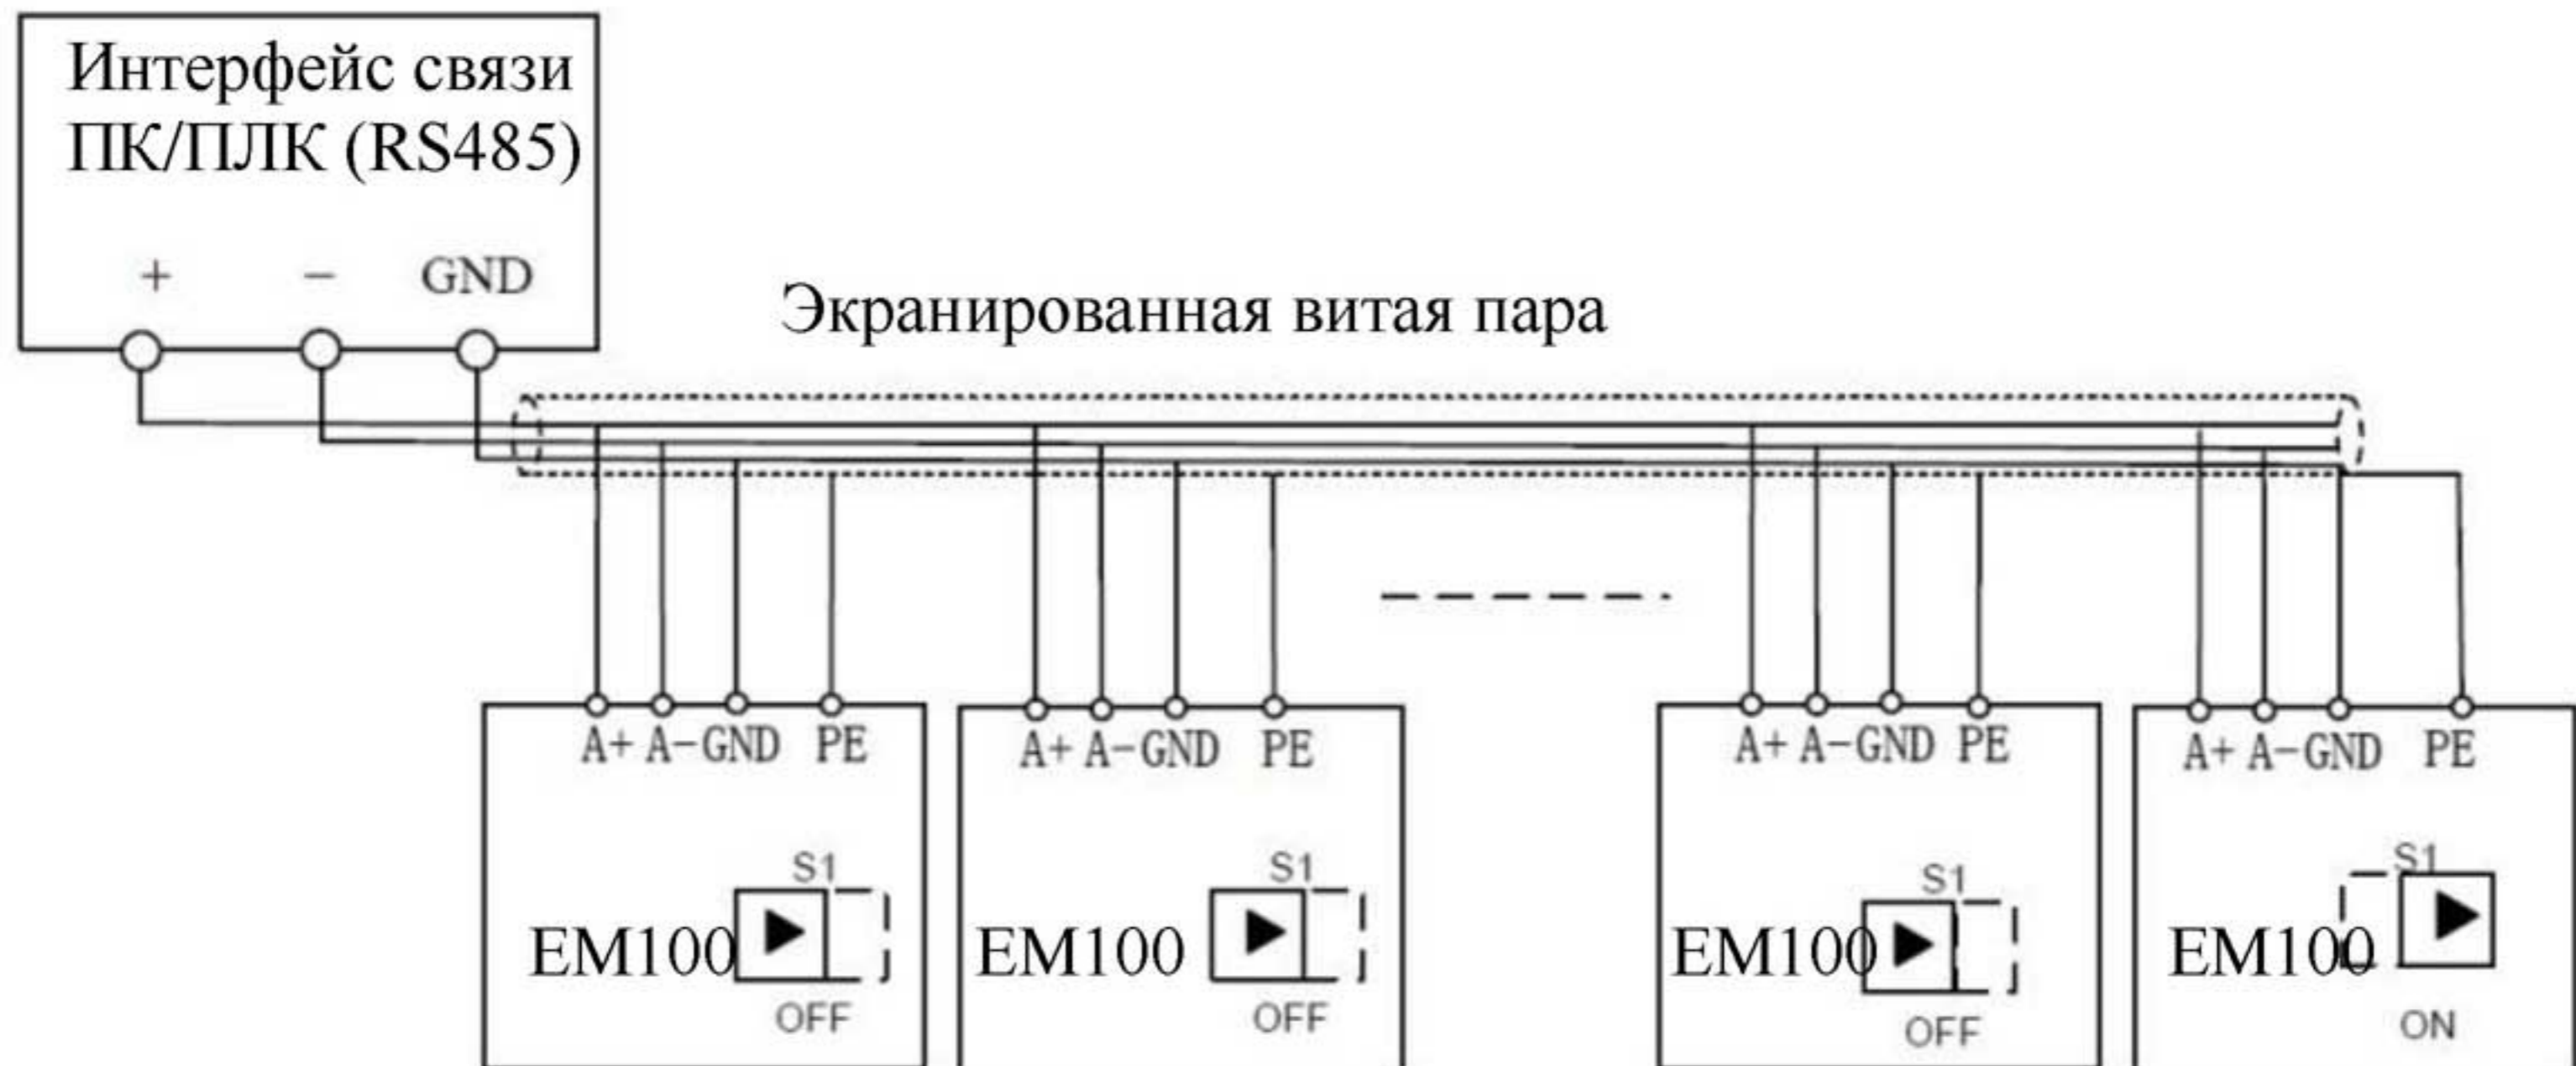

Рис. 3-20 Соединение нескольких ПЧ с ПК/ПЛК по RS485
2. Схема подключения нескольких ПЧ к одному ПК/ПЛК показана на Рис. 3-20: Если ПЛК соединен с несколькими ПЧ, соедините клемму "+" интерфейса RS485 ПЛК с клеммой A+ ПЧ, а клемму "-" с клеммой A-. На последнем подключенном к шине RS485 ПЧ следует установить переключатель S1 в положение ON, подключив таким образом к шине RS485 оконечные согласующие резисторы: